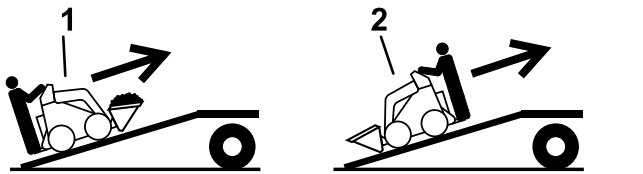

Figura 17
5. Caricate la macchina sul rimorchio con l'estremità più pesante sulla rampa, trasportando i carichi verso il basso (Figura 17).